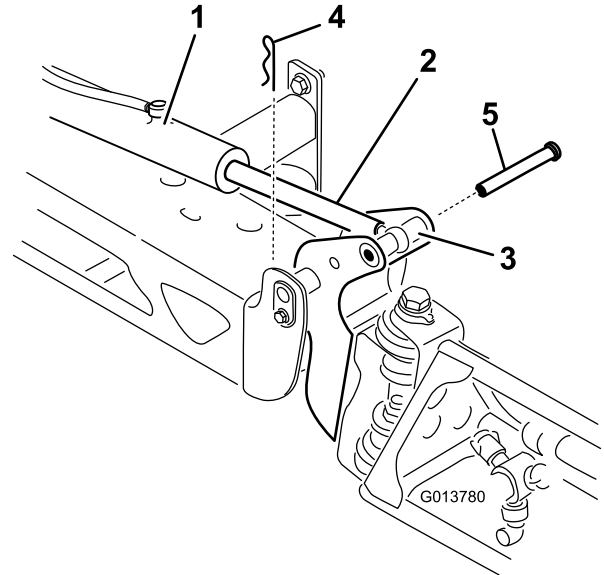

Figura 103
2. Togliete la coppiglia dal perno di articolazione (Figura 103).
3. Sollevate la barra, togliete il perno (Figura 103) e fate scendere lentamente la barra a terra.
- Tenete ferma la barra e inserite il perno attraverso il perno della barra e l'asta dell'attuatore (Figura 103).